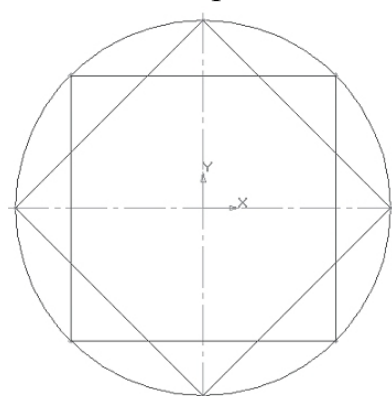

Рис. 4.3.
- з'єднайте точки через одну з допомогою неперервного введення об'єкта (рис. 4.3);